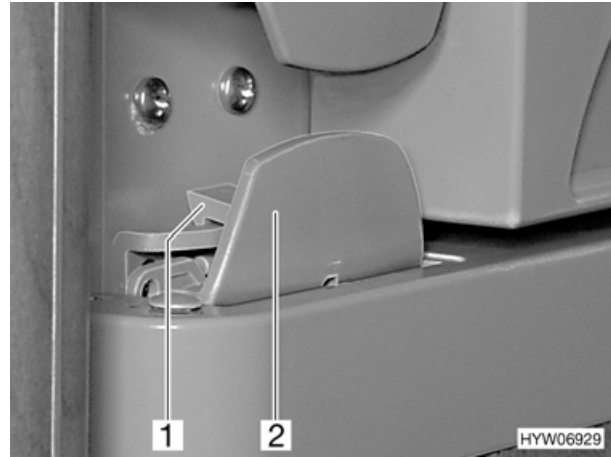

Bild 82 Verriegelung der Kühlschranktür, geschlossen (Variante 2)
- Kühlschranktür am Griff (Bild 82,2) öffnen. Die Verriegelung (Bild 82,1) wird automatisch gelöst.